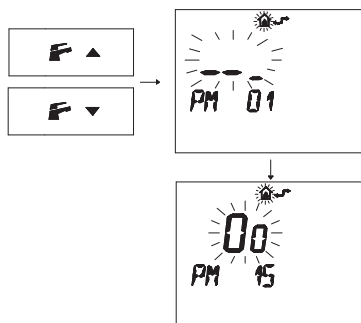

Figura 5.53
- Premere i pulsanti o per visualizzare la programmazione "PM15" abilitazione della sonda esterna (Figura 5.53)